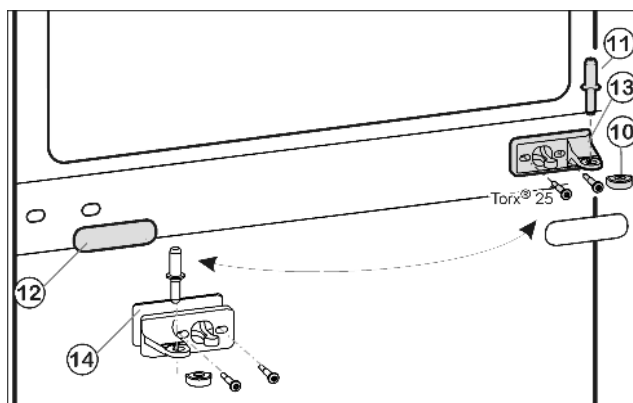
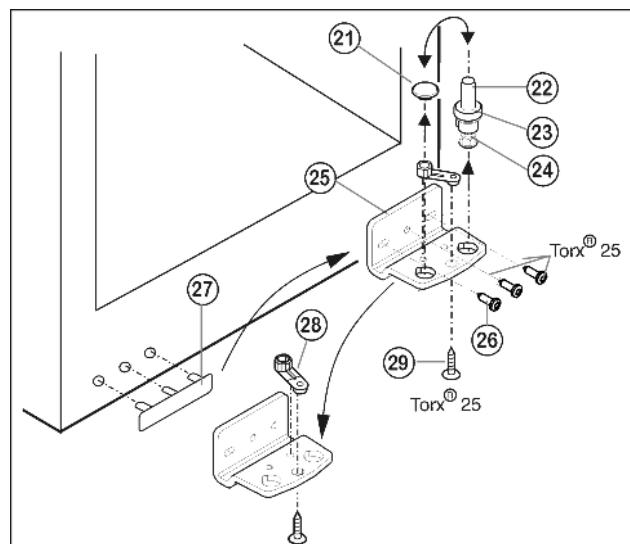

Fig. 5
Fig. 6
- ▶ Вытащите из опорного кронштейна и нижней дверцы средний опорный винт Fig. 5 (11).
- ▶ Снимите пластмассовый колпачок Fig. 5 (10).
- ▶ Открутите средний опорный кронштейн Fig. 5 (13) (2 шт. Torx® 25).
- ▶ Осторожно снимите накладку Fig. 5 (12).
- ▶ Прикрутите средний опорный кронштейн Fig. 5 (13) с подкладкой Fig. 5 (14) с поворотом на 180° на новую сторону шарнира (с моментом 4 Нм).
- ▶ Защелкните накладку Fig. 5 (12), повернув на 180°, на стороне, где теперь будет ручка.
- ▶ Извлеките опорный винт *Fig. 6 (22)* в комплекте с шайбой *Fig. 6 (23)* и регулируемой опорой *Fig. 6 (24)*, вытягивая его вверх.
- ▶ Снимите пробку *Fig. 6 (21)*.
- ▶ Открутите *Fig. 6 (26)* опорный кронштейн *Fig. 6 (25)*.
- ▶ Открутите *Fig. 6 (29)* опорную деталь *Fig. 6 (28)* и, переставив в отверстие на противоположной стороне опорного кронштейна, снова прикрутите.
- ▶ Осторожно снимите и переставьте на противоположную сторону крышку со стороны ручки *Fig. 6 (27)*.
- ▶ Снова прикрутите опорный кронштейн *Fig. 6 (25)* на новой стороне шарнира (с моментом 4 Нм). При необходимости используйте аккумуляторный шуруповерт.
- ▶ Переставьте пробку *Fig. 6 (21)* в свободное отверстие.
- ▶ Вновь установите опорный винт *Fig. 6 (22)* в комплекте с шайбой и регулируемой опорой. При этом фиксатор должен быть направлен назад.
- ▶ Установите нижнюю дверцу сверху на нижний опорный винт *Fig. 6 (22)*.
- ▶ Снова наденьте пластмассовый колпачок *Fig. 5 (10)* на средний опорный кронштейн *Fig. 5 (13)*.
- ▶ Вставьте средний опорный винт *Fig. 5 (11)* на новой стороне шарнира через средний опорный кронштейн *Fig. 5 (13)* в нижнюю дверцу.
- ▶ Установите верхнюю дверцу на средний опорный винт *Fig. 5 (11)*.
- ▶ При необходимости выровняйте дверцы через два продольных паза в нижнем опорном кронштейне *Fig. 6 (25)* и среднем опорном кронштейне *Fig. 5 (13)* параллельно корпусу устройства. Для этого выкрутите средний винт на нижнем опорном кронштейне *Fig. 6 (25)*.